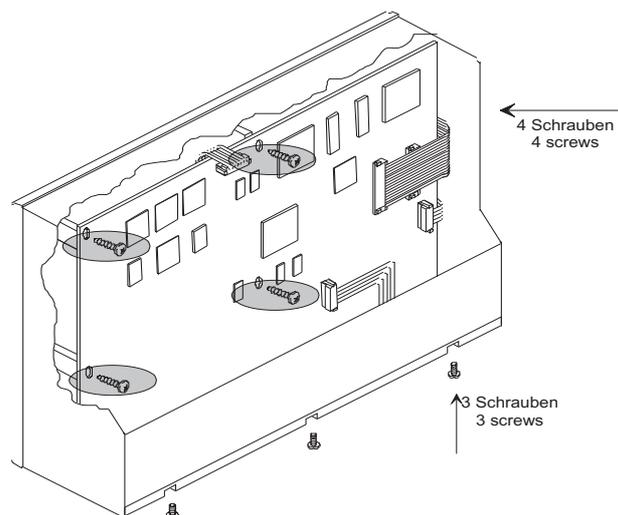

Bild D 8-10: Befestigen der Hauptplatine
14. Positionieren Sie die Hauptplatine so, dass sie mit den vier oberen Schrauben fixiert werden kann. Achten Sie darauf die Flachbandkabel nicht zu beschädigen. Setzen Sie die vier oberen Schrauben auf der Hauptplatine wieder ein. Befestigen Sie das Anschlusspanel von unten mit drei Schrauben bzw. bei Verwendung des Tischfußes mit zwei Schrauben an den äußeren Ecken (Bild D 8-10).